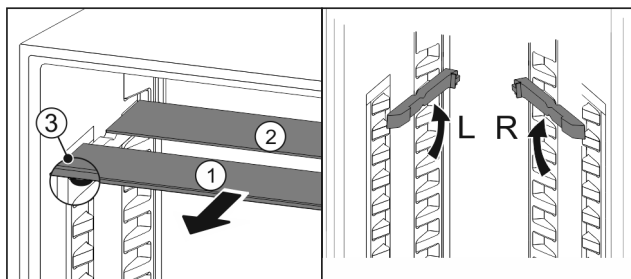

Fig. 76
- ▶ Wyciągnąć Fig. 76 (1) pojedynczo półki szklane do przodu.
- ▷ Płyta szklana Fig. 76 (1) z listwą ozdobną znajduje się z przodu.
- ▷ Stopery Fig. 76 (3) wskazują w dół.